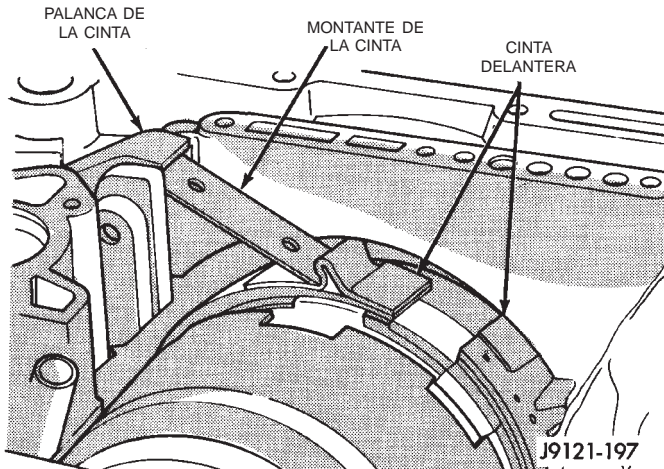
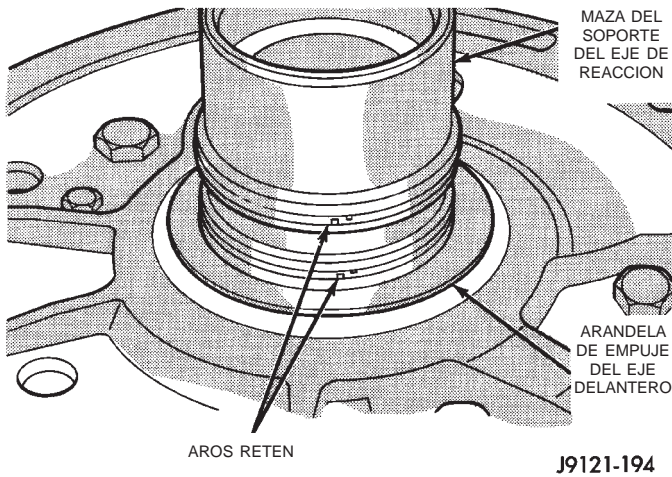

Fig. 105 Instalación de la articulación de la cinta delantera
Fig. 106 Aros retén del soporte del eje de reacción
(32) Mueva cuidadosamente los embragues ensamblados hacia adelante y hacia atrás para acoplar y asentar los discos de embrague traseros en el engranaje anular delantero. Verifique que las orejetas de mando del embrague delantero estén totalmente asentadas en las muescas del casco impulsor después de la instalación.
(33) Acople la cinta delantera en el tornillo de ajuste y sostenga la cinta en su posición.
(34) Instale el montante entre la palanca de la cinta y la cinta delantera (Fig. 105).
(35) Apriete el tornillo de ajuste de la cinta delantera hasta que la cinta apenas se aferre al retenedor del embrague. Verifique que los embragues delantero y trasero sigan estando asentados antes de continuar.
(36) Verifique que los aros retén de la maza de soporte del eje de reacción estén enganchados entre sí (Fig. 106).
(37) Recubra la arandela de empuje del embrague delantero con vaselina para mantenerla en su lugar.